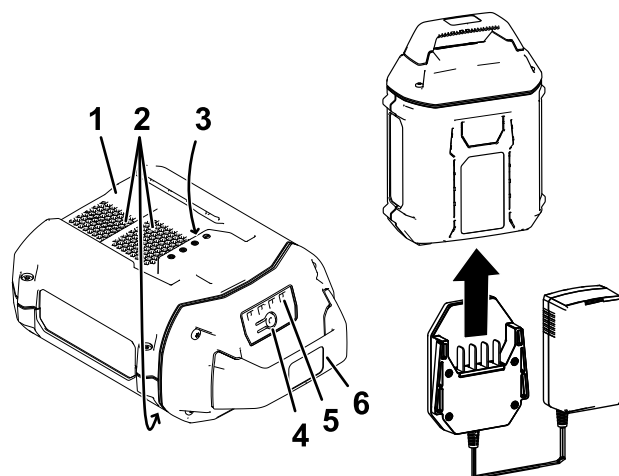

Figure 13
2. Placez le creux de la batterie (Figure 13) en face de la languette du chargeur.
3. Insérez le chargeur dans la batterie jusqu'à ce qu'il soit complètement enclenché (Figure 13).